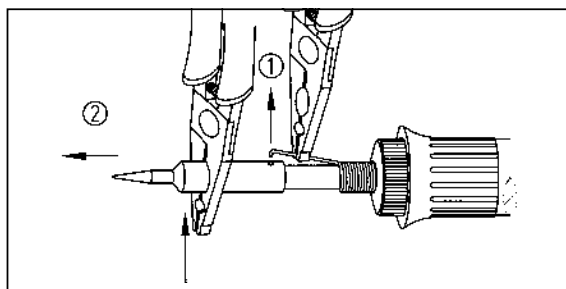

Abbildung 7
- Federhaken aus der Spitzenbohrung heben (Pos. 1/Abb. 7) und die Spitze mit einer Flachzange abziehen (Pos. 2/Abb. 7).